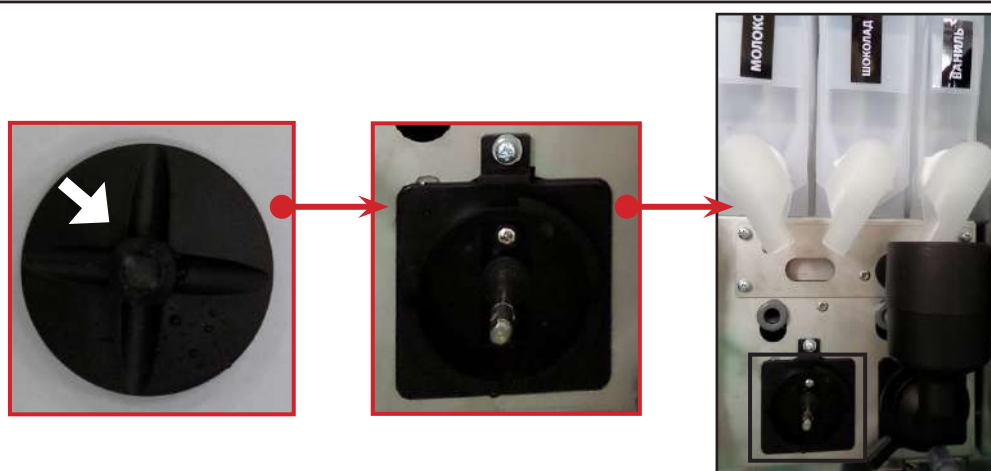

Рисунок 54 - Установка крыльчатки
**Примечание:** При сборке будьте внимательны, крыльчатка должна быть установлена таким образом, чтобы стрелка на крыльчатке указывала на бороздку мотора миксера (рис. 54). В противном случае крыльчатка не встанет на своё место.